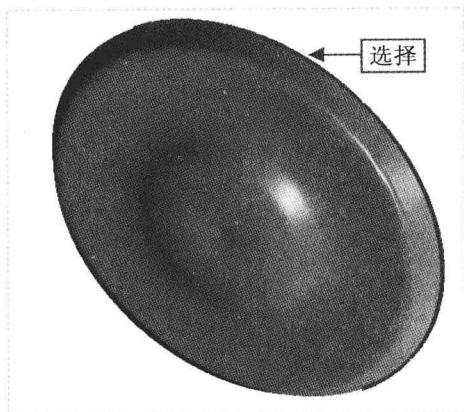

图 10-5 选择合适的曲线
Step 02 在绘图区中选择合适的曲线，如图 10-5 所示。